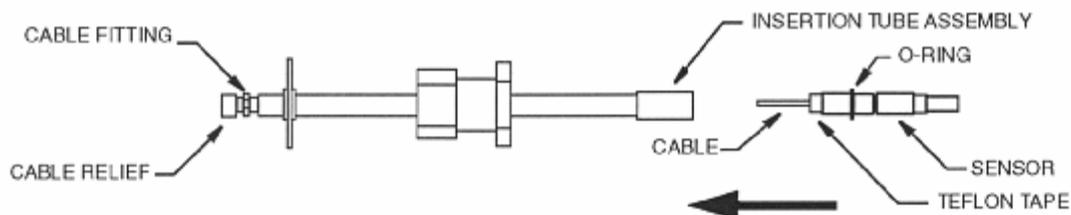

Figura 13. Instalación del sensor en el conjunto de tubo de inserción
- Consultando la figura 13, retire el accesorio del cable y el dispositivo de liberación de la tensión del cable del tubo de inserción.